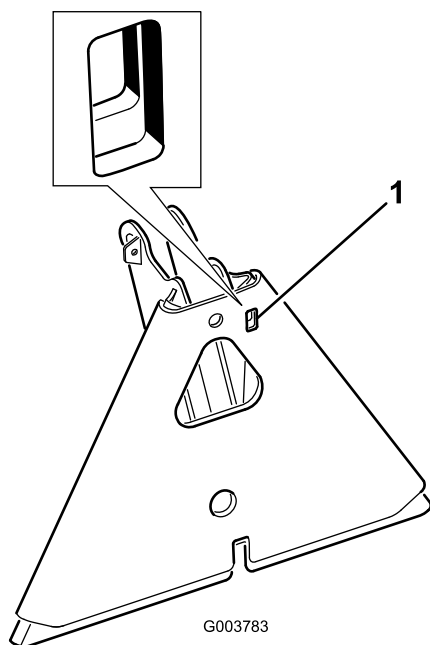

図 5
**注** アタッチメントのアダプタがトラクションユニットのアダプタに引っかかってしまった時は、ボールやドライバーなどをスロットに差し込んで外してください 図 5。